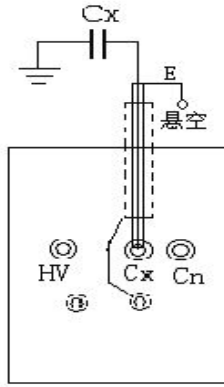

图5：内接方式
- c. 将 Cx 端子用专用线缆（蓝线）接至被试品高压端，注意芯线 Cx 接被试品，将电缆插头端的外屏蔽引出线连至专用接地端，如图 5 所示。